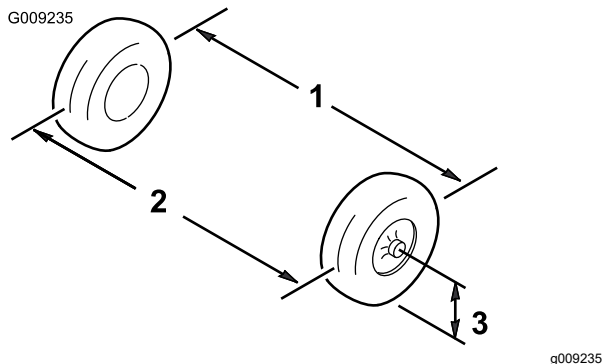

Bild 101
5. Messen Sie den Abstand zwischen beiden Vorderreifen auf Achshöhe (an der Vorder- und Rückseite der Vorderreifen) (Bild 101).